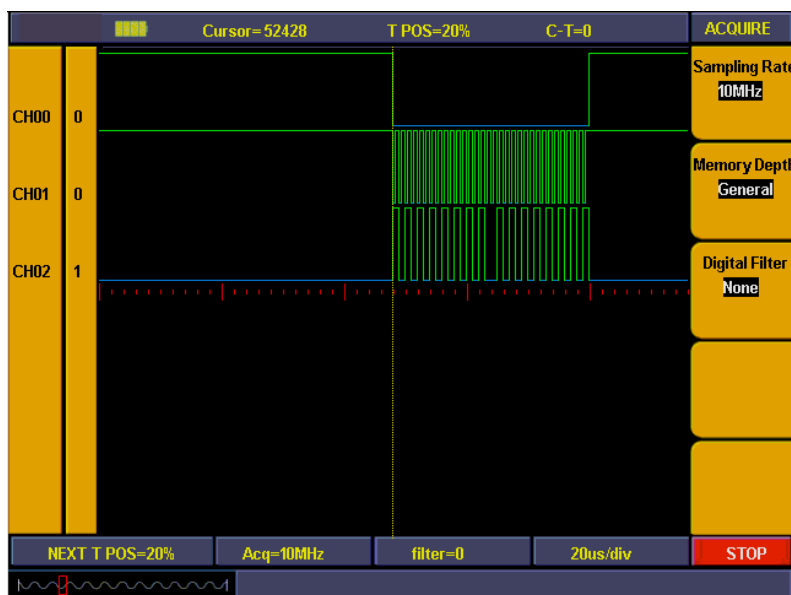

Abb. 18
4. Die Einstellung des Abtastsystems ist abgeschlossen (s. Abb. 18)
Drücken Sie nun die Taste "F", um die Datengewinnung zu starten. Abb. 18 zeigt die Bildschirmdarstellung nach abgeschlossener Abtastung.